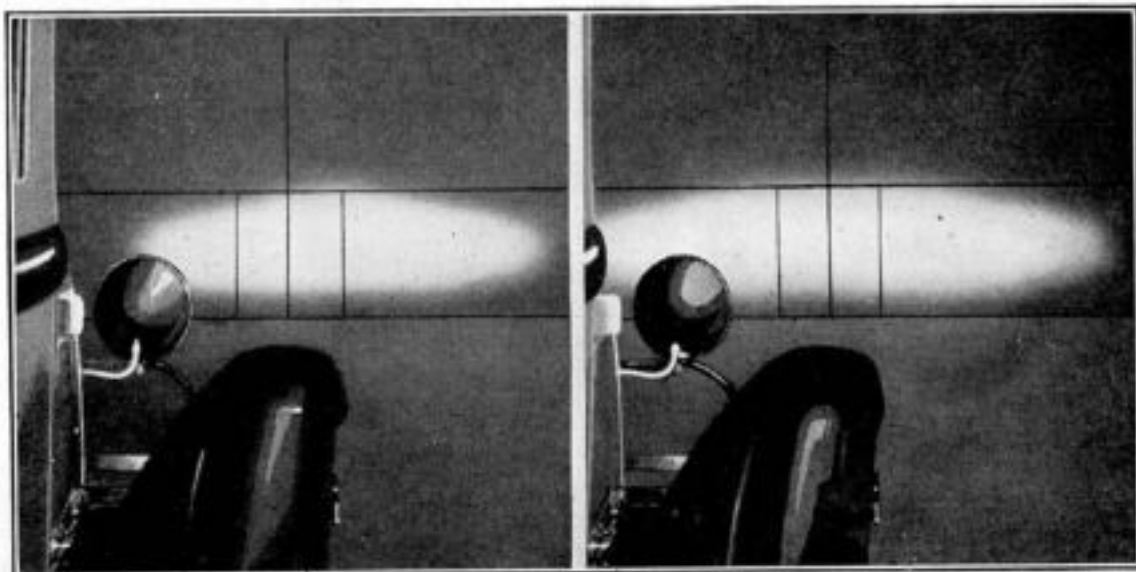

Figura 18
3. Enfóquese por medio del tornillo al respaldo de los faros. Enfóquese primero un farol y después el otro, ajustando el filamento del bombillo en el punto central de enfoque del reflector, para obtener un punto elíptico prolongado de luz fuerte sobre la pared, con su línea central en sentido horizontal (véase la figura 18). Al enfocar, ajústese el bombillo hasta que se obtenga un punto luminoso bien definido, sobre todo en la parte superior.